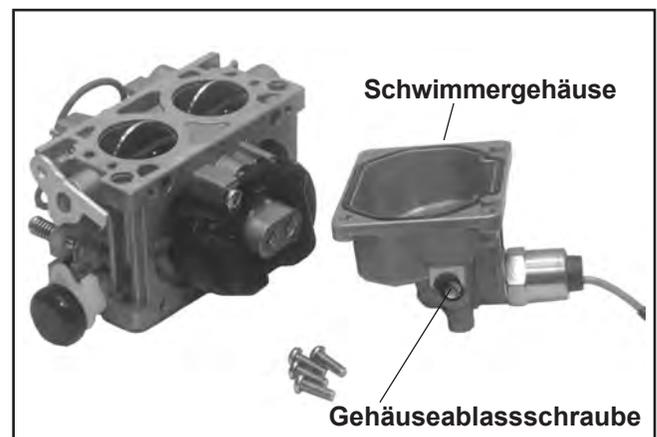

Abbildung 5-16. Schwimmergehäuse ohne Kraftstoff.
2. Bevor der Vergaser ausgebaut wird, sind Schmutz und Fremdkörper vom Außenbereich des Vergasers zu entfernen. Die vier Schrauben entfernen und vorsichtig das Schwimmergehäuse vom Vergaser abnehmen. Der interne O-Ring oder der O-Ring des Gehäuses dürfen nicht beschädigt werden. Den verbleibenden Kraftstoff in einen zugelassenen Behälter gießen. Alle Teile zurückstellen. Darüber hinaus kann der Kraftstoff abgelassen werden, bevor das Gehäuse entfernt wird, indem die Gehäuseablassschraube gelöst/ entfernt wird. Siehe Abbildung 5-16.